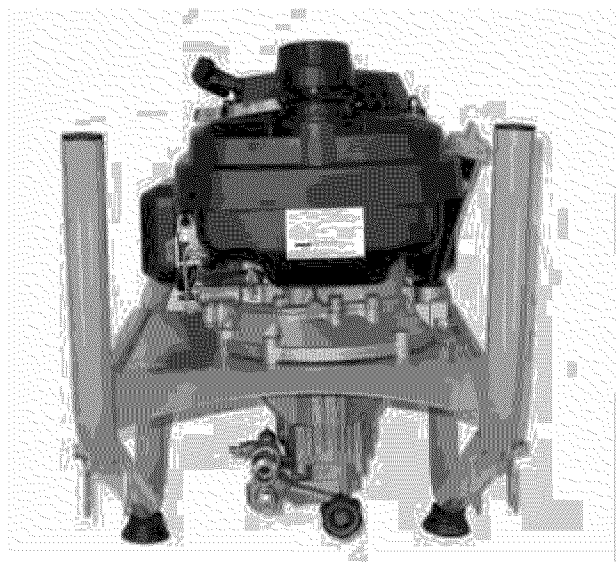

Figura 5 – Incline la hidrolavadora sobre la parte frontal
2. Coloque un trozo de cartón u otro material blando para inclinar la hidrolavadora, a fin de proteger la pintura del bastidor y evitar que la hidrolavadora se deslice. Incline la hidrolavadora sobre la parte frontal como se muestra en la *Figura 5*.